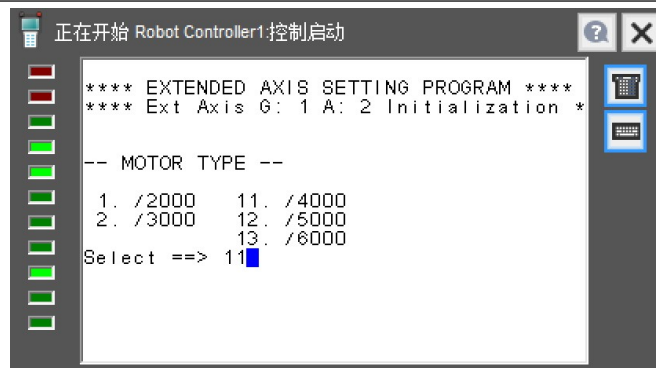

图 4.1.7
7) 在图 4.1.7 中，输入 11，继续根据电机本体标签选择电机参数，点击 ENTER 键确认。